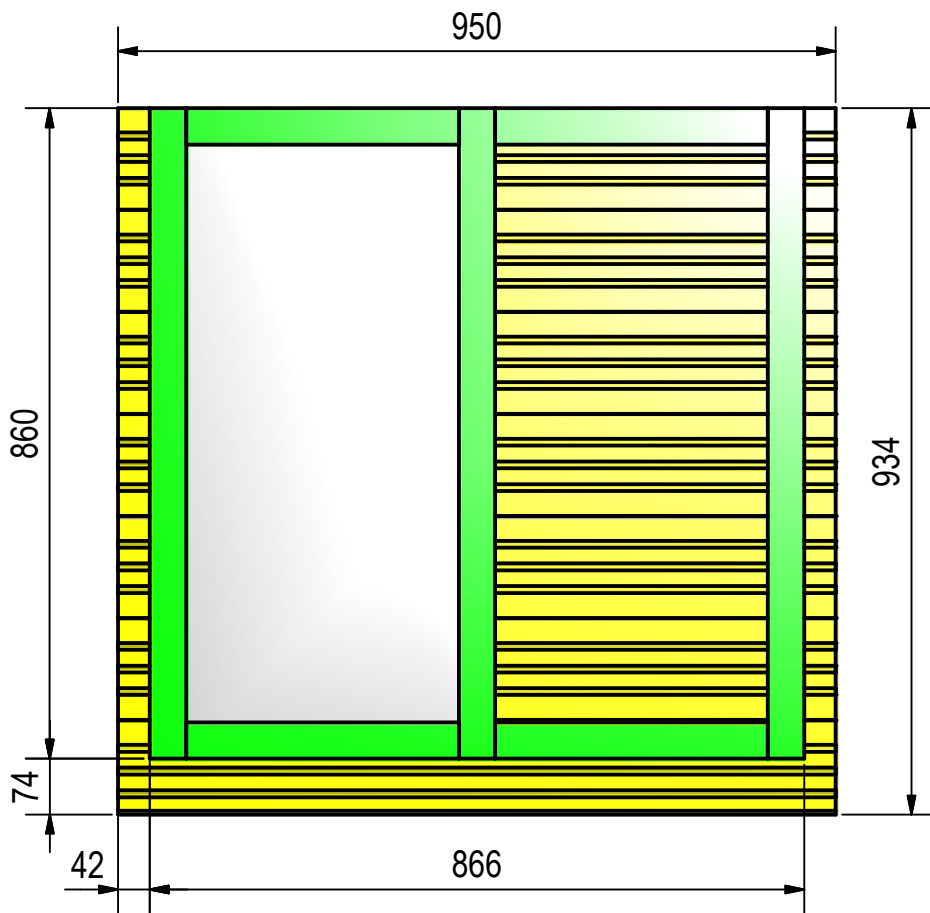

Fig. 17
### 3.4 Seitenwände (Fig. 17, 18)
- Fig. 17, 18: Hundehütte, Seitenwand